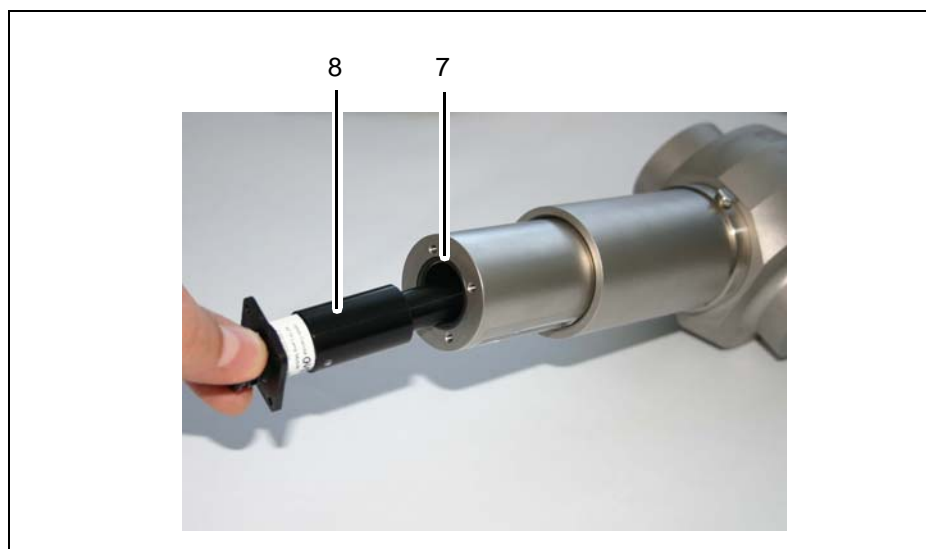

Fig. 15 Cambiar el módulo de la lámpara
4. Extraiga el módulo de la lámpara (8, Fig. 15).
5. Compruebe si hay un anillo tórico (7) para el módulo de la lámpara.